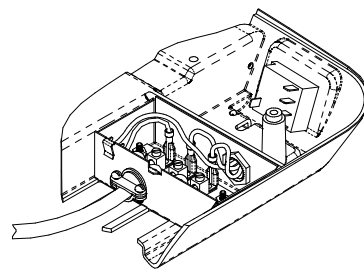

FIGURE 3
4. Insérer le câblage d'alimentation à travers le collier de câble et dans la boîte de câblage de sorte que 12 à 14 cm du conducteur d'alimentation soient à l'intérieur de la boîte. Fixer le collier de câble sur la gaine du câble d'alimentation de façon à ce qu'aucun mouvement ne soit possible (voir figure 3).
IMPORTANT : si l'alimentation provient d'un conducteur « Chaud » et d'un conducteur « Neutre », connecter le neutre sur « N ». Connecter le câble de masse à la borne « E » (voir figure 3).